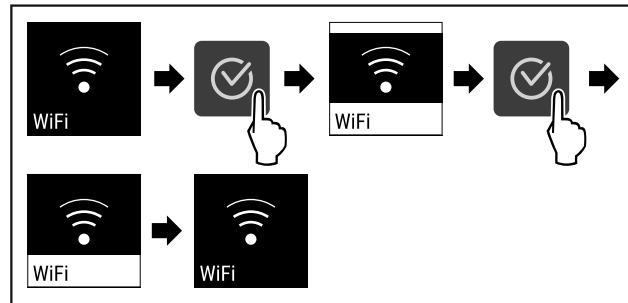

Fig. 87
- Εκτελέστε τα βήματα ενεργειών (βλέπε Fig. 87).